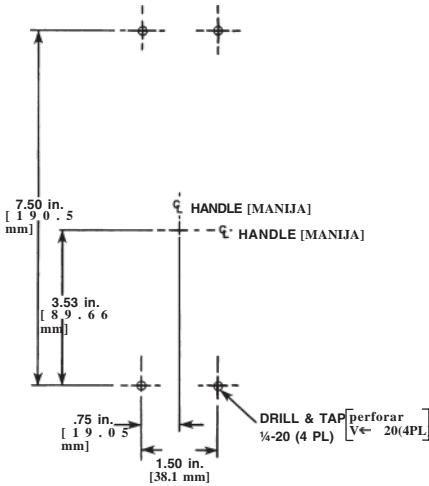

Fig. 2
2. For those applications where mounting is on a flat surface of the customers equipment, drill and tap mounting bolt holes according to the drilling plan in Fig. 2. For handle escutcheon cut out plans refer to Fig. 3.
2. Para aquellos casos donde el montaje es sobre una superficie plana, perforar y roscar como indica la fig.2 y para el escotillón de la manija cortar como indica la fig. 3.